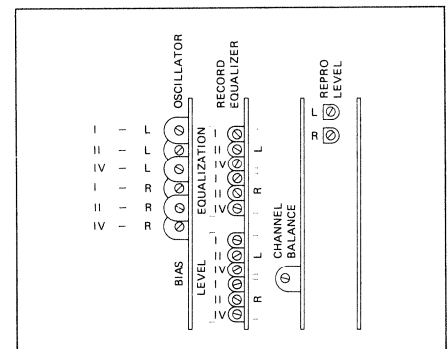

Fig. 5.4
- Wiedergabepegel mit den Trimpotentiometern REPRO LEVEL L und R so einstellen, dass am LINE OUTPUT der gewünschte Leitungspegel ansteht (Fig. 5.4).